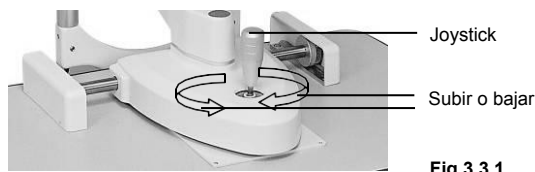

Fig 3.3.1
- **Ajuste aproximado horizontal.** Mover la base hacia adelante y hacia atrás para que el microscopio alinee con el ojo del paciente (Fig.3.3.1).
- **Ajuste vertical.** Gire el joystick para ajustar la altura del microscopio hasta que sea perfecta para observar el ojo del paciente. Gire el joystick en sentido horario para elevar el microscopio y en sentido antihorario para bajarlo (Fig.3.3.1).
- **El ajuste fino horizontal.** Incline el joystick para mover el microscopio ligeramente sobre la superficie horizontal mire por los oculares hasta a tener una imagen clara y nítida (Fig.3.3.1).